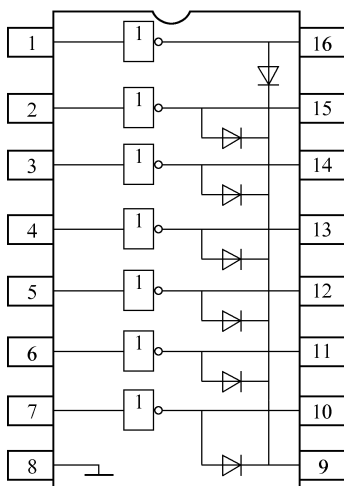

图 5-14 ULN-2000A 内部框图
- (14) ULN-2000A 内部框图 (见图 5-14)